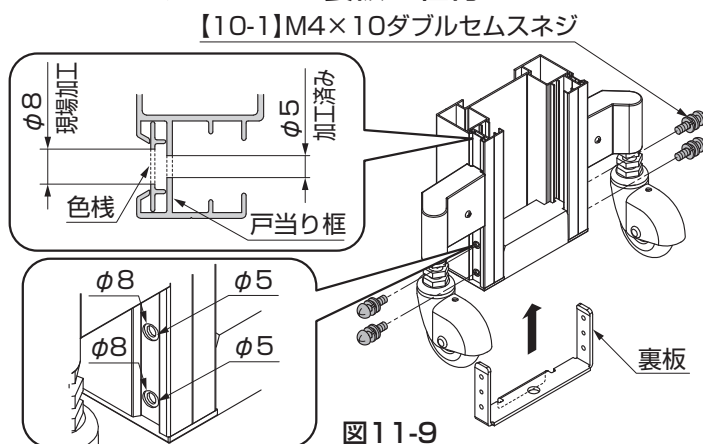

図11-9
- ①色棧にのみ $\phi 8$ 孔をあけてください。色棧には $\phi 5$ の下孔があいています。(図11-9参照)
- 戸当り框には、 $\phi 8$ 孔をあけないでください。(図11-9、図11-10参照)
- ②裏板を戸当り框に【10-1】で組付けてください。(図11-9、図11-10参照)